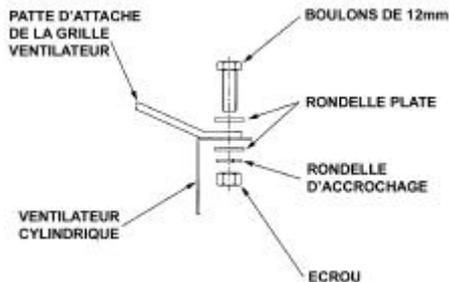

Figure 23 - Fixation de la grille de protection ventilateur sur le cylindre
2. A chaque trou, fixer la grille sur le cylindre de refoulement comme indiqué en Figure 23.
4. Sur chaque trou, fixer la grille de protection au refoulement cylindrique comme en Figure 23. Aux quatre points où le support touche le cylindre, fixer le support sur le cylindre avec la grille du ventilateur.